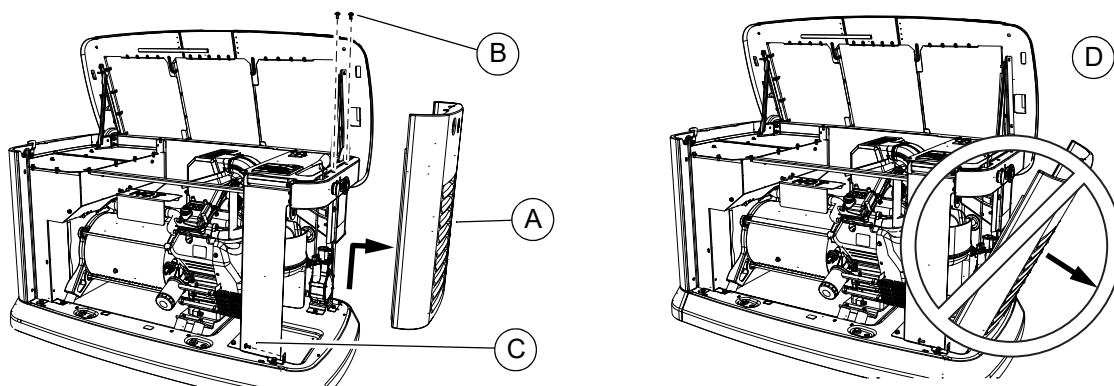

Figure 3-2. Retrait du panneau latéral d'admission
Voir **Figure 3-2**. Pour accéder au compartiment de batterie, au régulateur de carburant et au piège à sédiments, il est nécessaire de retirer le panneau latéral d'admission (A).
2. À l'aide d'une clé hexagonale, retirez les deux vis de montage (B) et la vis de la patte en forme de L (C).